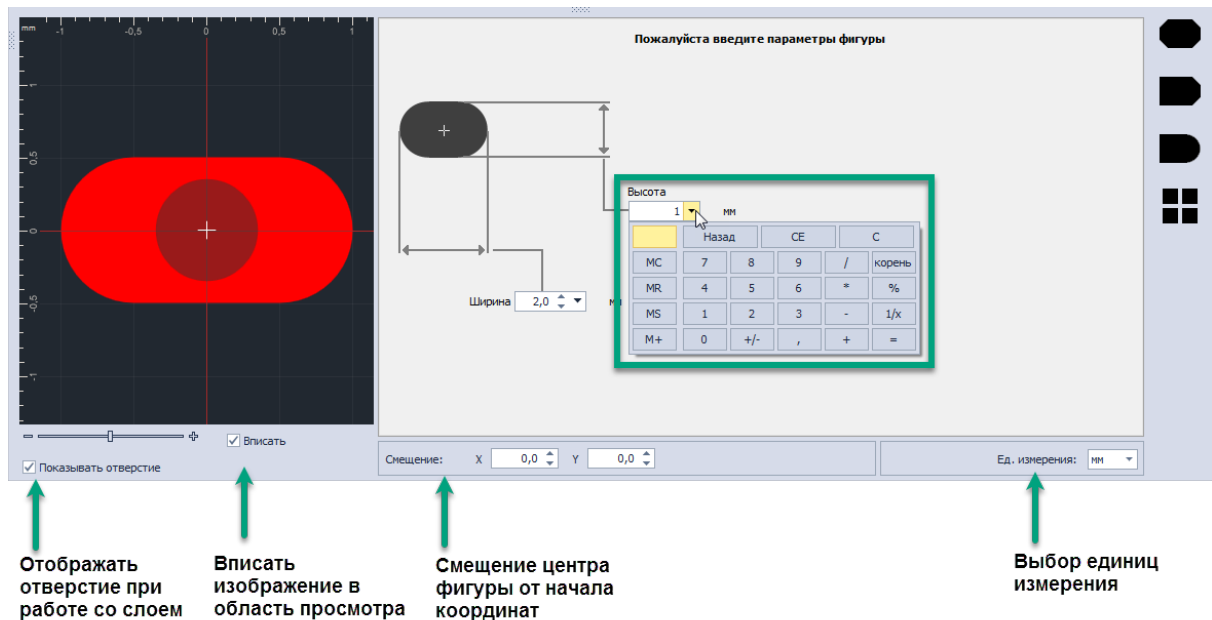

Рис. 51 Ввод параметров фигуры
3. Задать размеры фигуры, воспользовавшись полем параметров в нижней части окна, см. Рис. 51. При вводе данных доступны разные единицы измерения, переключения которых производится в нижнем правом углу окна. Кроме того, для расчета точного значения параметра